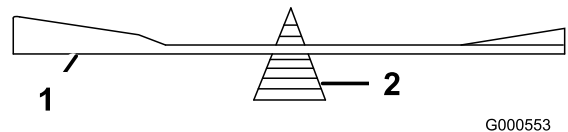

Figura 76
2. Verifique el equilibrio de la cuchilla colocándola sobre un equilibrador de cuchillas (Figura 76).